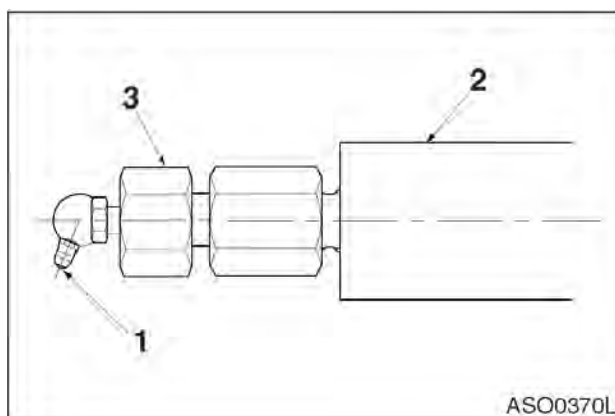

Рис. 102
5. Регулирование натяжения гусеницы выполняется через смазочный фитинг (1, рис. 102) в середине каждой боковой рамы. Добавление смазки увеличивает длину регулировочного цилиндра (2). Чем длиннее регулировочный цилиндр, тем больше давление натяжной пружины, выталкивающей натяжное колесо гусеницы.
6. Если нет достаточного провисания или зазора гусеничной ленты и регулирование выполнено слишком туго, натяжное колесо и регулировочный цилиндр могут сместиться назад, в результате чего вытечет смазка через отверстие в регулировочном цилиндре (2, рис. 102) и постепенно ослабнет клапан (3, рис. 102).
Не ослаблять и не удалять смазочный фитинг (1, рис. 102), пока давление не будет постепенно спущено через ослабленный клапан (3, рис. 102).